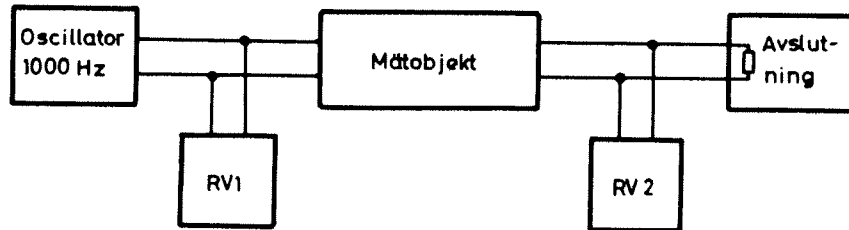

Bild 3. Princip för dämpningsmätning
3.4.2 Dämpningsmätningens princip, bild 3.